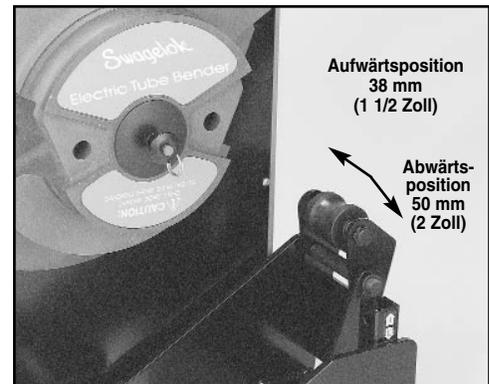

Bild 1
1. Die passenden Endrollen auswählen und montieren. Zum Biegen eines Rohrs mit einem Außen-Ø von 38 mm (1 1/2 Zoll) die feste Endrolle in der Aufwärtsposition verwenden. Für Rohr mit einem Außen-Ø von 50 mm (2 Zoll) die feste Endrolle in der Abwärtsposition verwenden (siehe Bild 1).